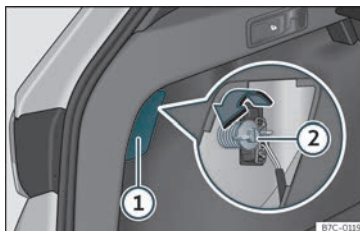

Fig. 49 Bagageira: acesso ao parafuso de fixação da unidade de luz traseira.
- Retire a tampa fazendo alavanca com o lado plano de uma chave de fendas no entalhe»» **Fig. 49 ①**.
- Desenrosque com a mão ou com ajuda de uma chave de fendas o parafuso de fixação do farolim»» **Fig. 49 ②**.